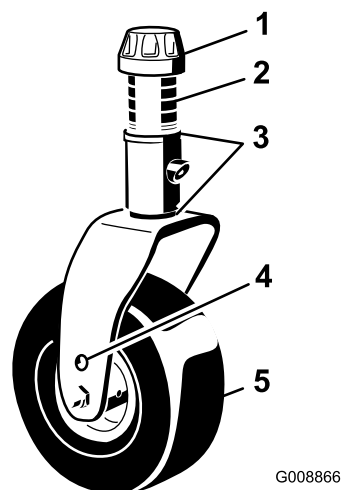

Figure 140
1. Enlevez le chapeau de tension de l'axe de pivot et sortez l'axe du bras de la roue pivotante (Figure 140).
Retirez le chapeau de tension et la fourche de la roue pivotante (Figure 140).